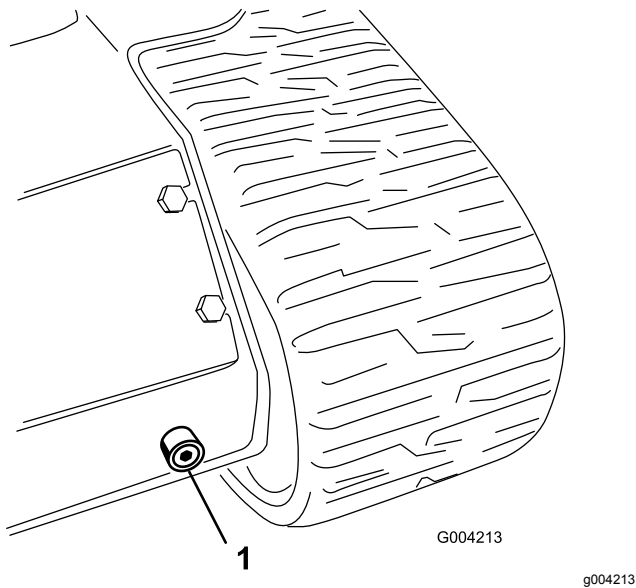

Bild 64
6. Stellen Sie eine große Auffangwanne (Fassungsvermögen von 57 l) unter die Ablassschraube vorne an der Maschine (Bild 64).
7. Entfernen Sie die Ablassschraube und lassen das Öl in die Auffangwanne abfließen (**Bild 64**).